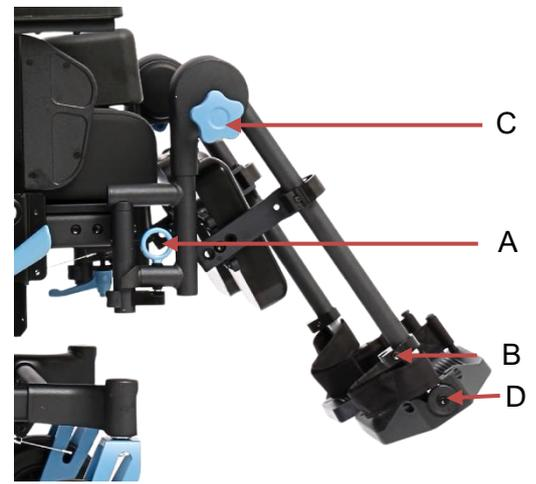

Рис. 2
2. Потягніть фіксатор (див. рис. 2; п. А).
1. Ослабте гвинт ключом (див. рис. 2; п. В)
3. Міцно затягніть гвинт ключом (див. рис. 2; п. В).
3. Ослабте коліщатко (див. рис. 2; п. С) для розблокування регулювання кута нахилу підніжки.
4. Після налаштування бажаного положення міцно затягніть коліщатко (див. рис. 2; п. С).
1. Ослабте гвинт (див. рис. 2; п. D) для вивільнення регулювання кута платформи, налаштуйте необхідне положення.